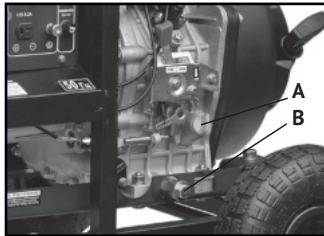

Рис. 13
- Открутите крышку сливного отверстия картера (рис.13, **В**), расположенную на двигателе под крышкой масляного щупа (рис.13, **А**).